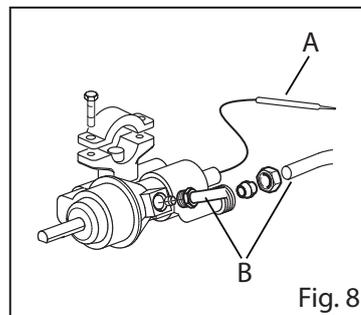

Fig. 8
- Extraer la cubeta del soporte (Fig. 8/A)
- Destornillar las conexiones de entrada y salida de gas (p.ej. Fig 8/B)